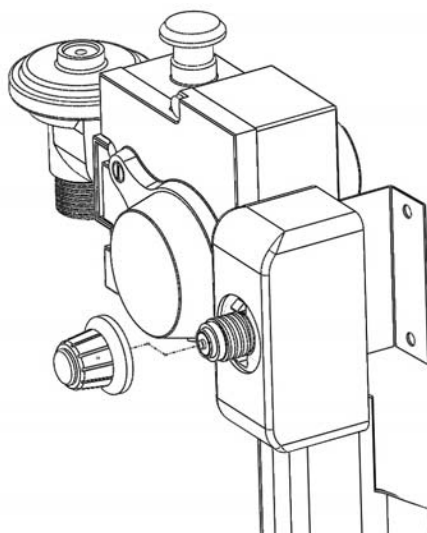

Figura 1: Control de temperatura
Para la instalación del calentador, consulte el plano de la figura 1. Es importante que coloque una válvula antirretorno en la entrada del agua fría según NTC888 1997-04-16.
Para los modelos Mabe listados en la portada de este instructivo, NO es necesario instalar una válvula de alivio adicional en la tubería de agua caliente ya que ésta viene integrada en el tanque del calentador (ver (4) en las notas de la figura 1).